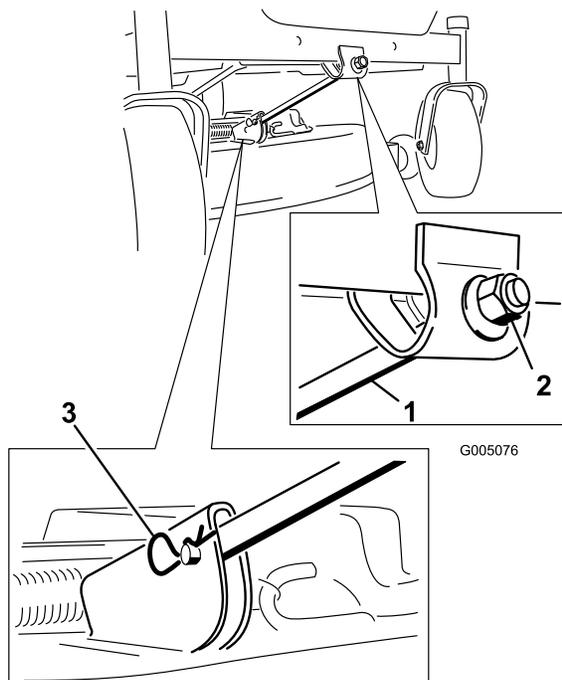

Figure 46
4. Enlevez la goupille fendue et les axes de chapes de la tige de support avant (Figure 46). Abaissez doucement l'avant du plateau de coupe au sol.
- Fixez la tige de support avant au plateau de coupe à l'aide de l'axe de chape et de la goupille fendue (Figure 46).